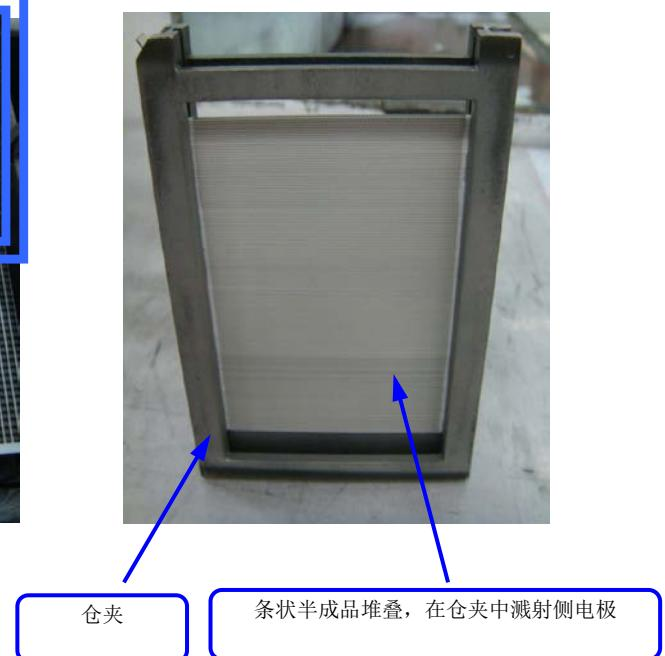

图 4 堆叠图示
1.2 电阻在折成条状后会放入溅射治具中，条状后外观可以明显看出正面电极粒状，粒与粒之间的电极是有空隙的(如图 3)，折条后产品会放入溅射治具，半成品堆叠在一起形成一定的间隙 (如图 4)